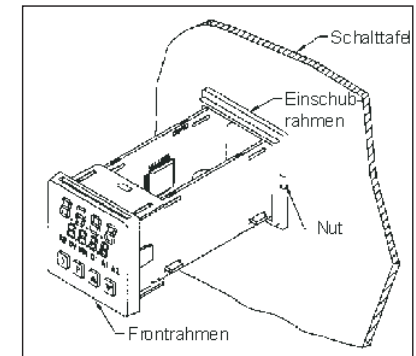

Bild 4.3: Aus- bzw. Einbau des Einschubs
Setzen Sie einen passenden Schraubendreher in die Nut an der Seite des Einschubrahmens. Drehen Sie ihn langsam, bis sich der Elektronikeinschub aus dem Rahmen löst und ziehen ihn vorsichtig heraus (siehe Bild 4.3).
1. Ziehen Sie den Elektronikschub aus dem Gehäuse (siehe Bild 4.3).